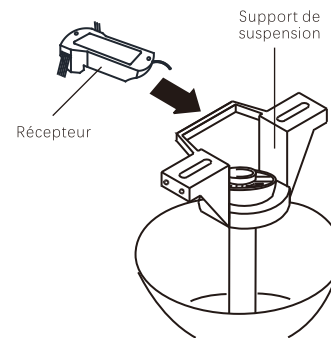

Fig.12
**Étape 1.** Insérez le récepteur dans le support de montage au plafond, le côté plat du récepteur étant orienté vers le plafond. (Fig.12) Pour de meilleures performances, assurez-vous que l'antenne noire, située à l'extrémité du récepteur, reste déployée et ne s'emmêle pas avec les fils électriques.